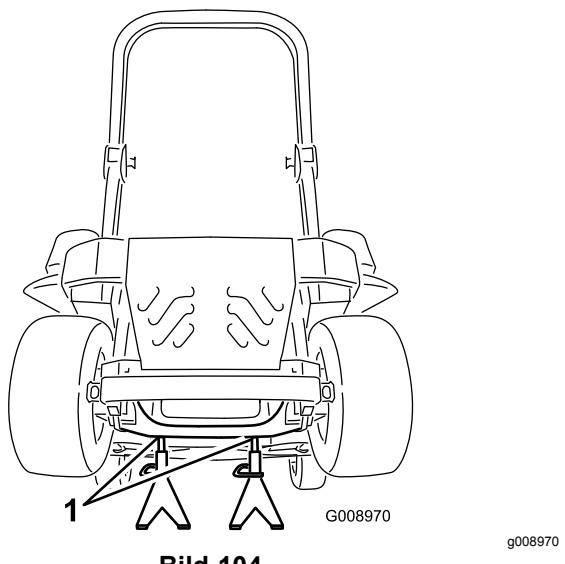

Bild 104
3. Heben Sie die Maschine an und stützen Sie sie mit Achsständern ab (Bild 104).
9. Entfernen Sie die Achsständer und senken Sie die Maschine ab (Bild 104).